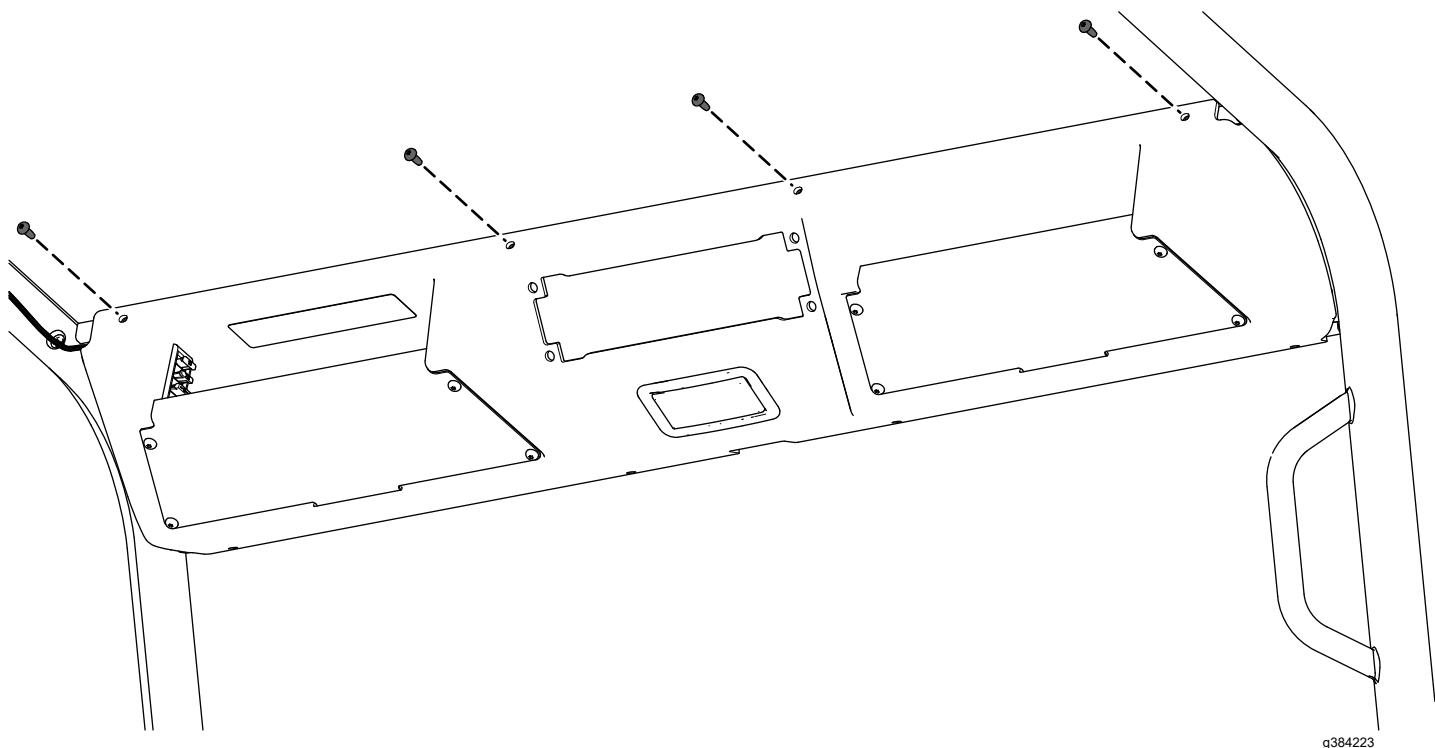

Figura 6
2. Fissate la parte superiore della console sovrastante alla reticolazione anteriore utilizzando 4 viti autofilettanti ($\frac{1}{4}$ " x $\frac{5}{8}"), come illustrato nella Figura 6.$